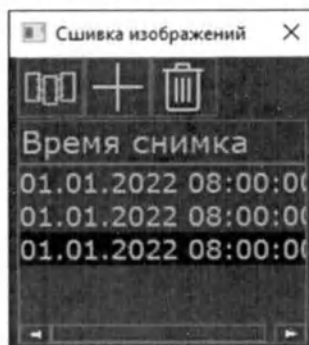

Рис. 70 Окно загрузки изображений "Сшивка изображений"
- Откроется окно загрузки изображений «Сшивка изображений» (Рис. 70 Окно загрузки изображений "Сшивка изображений");